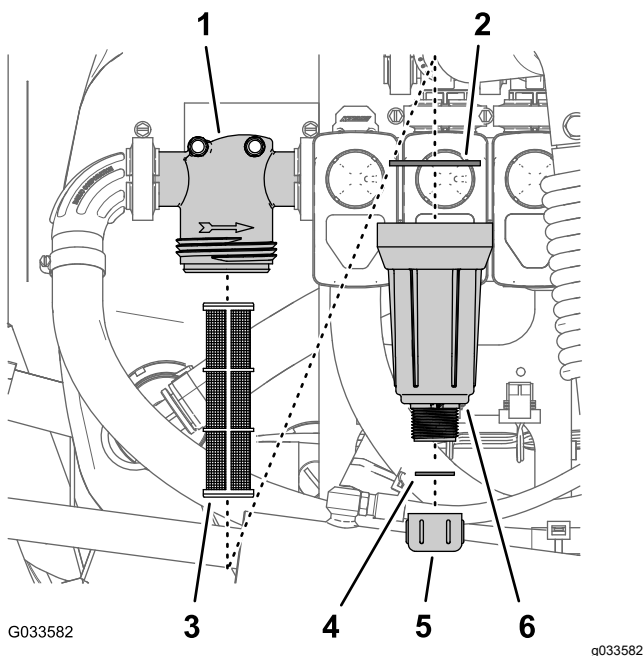

Figura 106
2. Coloque un recipiente de drenaje debajo del filtro de presión (Figura 106).
3. Gire el tapón de vaciado en sentido antihorario y retírelo de la cubeta del filtro de presión (Figura 106).
4. Gire la cubeta en sentido antihorario y retire la cabeza del filtro (Figura 106).
5. Retire el elemento usado del filtro de presión (Figura 106).
6. Inspeccione la junta del tapón de vaciado (situada dentro de la cubeta) y la junta de la cubeta (situada dentro de la cabeza del filtro) en busca de daños o desgaste (Figura 106).
7. Instale el elemento nuevo del filtro de presión en la cabeza del filtro (Figura 106).
8. Instale la cubeta en la cabeza del filtro y apriétela a mano (Figura 106).
9. Coloque el tapón de vaciado en el acoplamiento inferior de la cubeta, y apriete el tapón a mano (Figura 106).